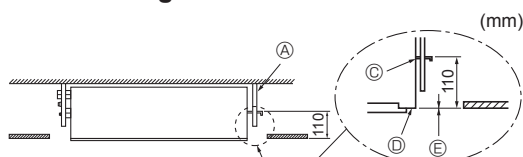

Fig. 2-9
5. Serrer tous les écrous. (Fig. 2-9)
- ① Boulon de suspension (3/8" ou M10)
- ② Tuyau en plastique transparent
- ③ Dessous du support
- ④ Attacher le panneau avant ici.
- ⑤ Faire en sorte que ces surfaces soient au même niveau (0 - 3 mm).